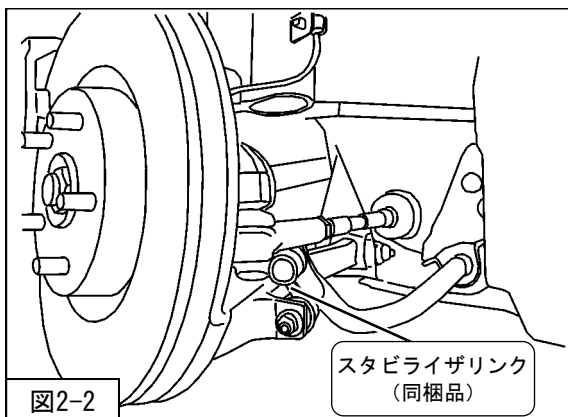

図2-2
- 2. ナット（M12・同梱品）（締付トルク：60N・m）を使用し、スタビライザリンク（同梱品）を取付けてください。（図2-2・図2-3）